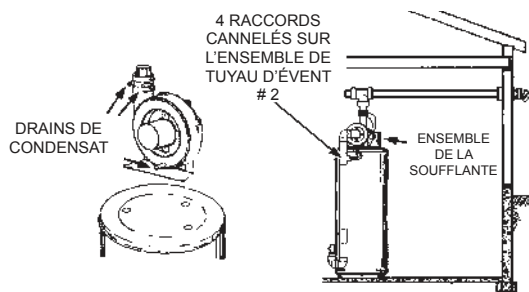

FIGURE 17.
la décharge de la soufflante, voir Figure 17. Le système au complet ne peut pas dépasser les longueurs discutées ci-dessus, où chaque coude est égal à 1,5 m (5 pi) du tuyau droit. Le raccord SS2, si elle est utilisée, compte comme étant l'un coude à 90 degrés.
4. Certaines installations présenteront des condensats qui se formeront dans les parcours horizontaux du réseau de tuyaux de ventilation. Ce condensat sera acheminé à la gaine de condensat attachée à la soufflante et en dehors du raccord. Le chauffe-eau est expédié avec un tuyau de condensat qui s'attache au raccord sur la gaine de condensat. Aucun autre raccord en T ou autre raccord de tuyauterie n'est requis. Voir Figure 17, 20 et 21.
Ce chauffe-eau est un appareil à condensation et nécessite une vidange installée à proximité immédiate et ce, pour permettre au condensat de se vider en toute sécurité. Un tuyau de boîtier de la soufflerie et deux tuyaux flexibles de soufflerie adaptateur de sortie à terme Barb raccords sur l'assemblage tuyau de ventilation # 2. Le tuyau est fixé par des broches en caoutchouc et les tuyaux flexibles par une bride de serrage sur le couvercle supérieur de l'enveloppe. Voir Figure 17. Le Condensat se vide de l'appareil au niveau du raccord en T d'évacuation situé au fond de l'appareil (voir Figure 16). Le condensat qui s'écoule de ce chauffe-eau est légèrement acide. Prendre note que certains
Le condensat pourrait se former dans le système de ventilation attaché à ce chauffe-eau. Le tuyau de ventilation devrait être penché vers le bas loin de l'ensemble de la soufflante (pas moins que 1/8 po (3,2 mm) ni plus que 1/2 po (12,7 mm) par pied (30 cm) maximum). Si la tuyauterie de ventilation est ventilée à niveau ou penchée vers le haut loin de l'ensemble de la soufflante, alors des moyens adéquats pour le drainage et l'élimination du condensat devront être mis en place par l'installateur. Deux tuyaux de condensat de 3/8 po devraient être connectés aux orifices de fuite intégrés de l'adaptateur de sortie de la soufflante. Le raccord sur évent ensemble de tuyaux # 2 barbe non utilisé doit être branché avec un des bouchons séparatistes. Voir Figure 17.
3. Le condensat s'écoule de trois endroits sur l'ensemble de la soufflante. Voir la Figure 17. Un tuyau flexible commence à partir du bas du boîtier de la soufflante; deux autres commencent à partir des orifices du connecteur en caoutchouc au niveau de la sortie de la soufflante. Ces trois tuyaux de condensat sont connectés aux raccords cannelés sur l'ensemble de tuyau de ventilation #2. Le tuyau du bas du boîtier de la soufflante est fixé par deux brides de serrage et les deux tuyaux du connecteur en caoutchouc sont attelés par une autre bride. S'assurer qu'aucun tuyau n'est plié ou tordu.